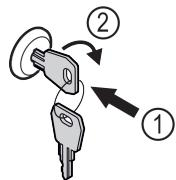

Fig. 177
- Вдавити ключ Fig. 177 (1).
- Повернути ключ на 90° за годинниковою стрілкою Fig. 177 (2).